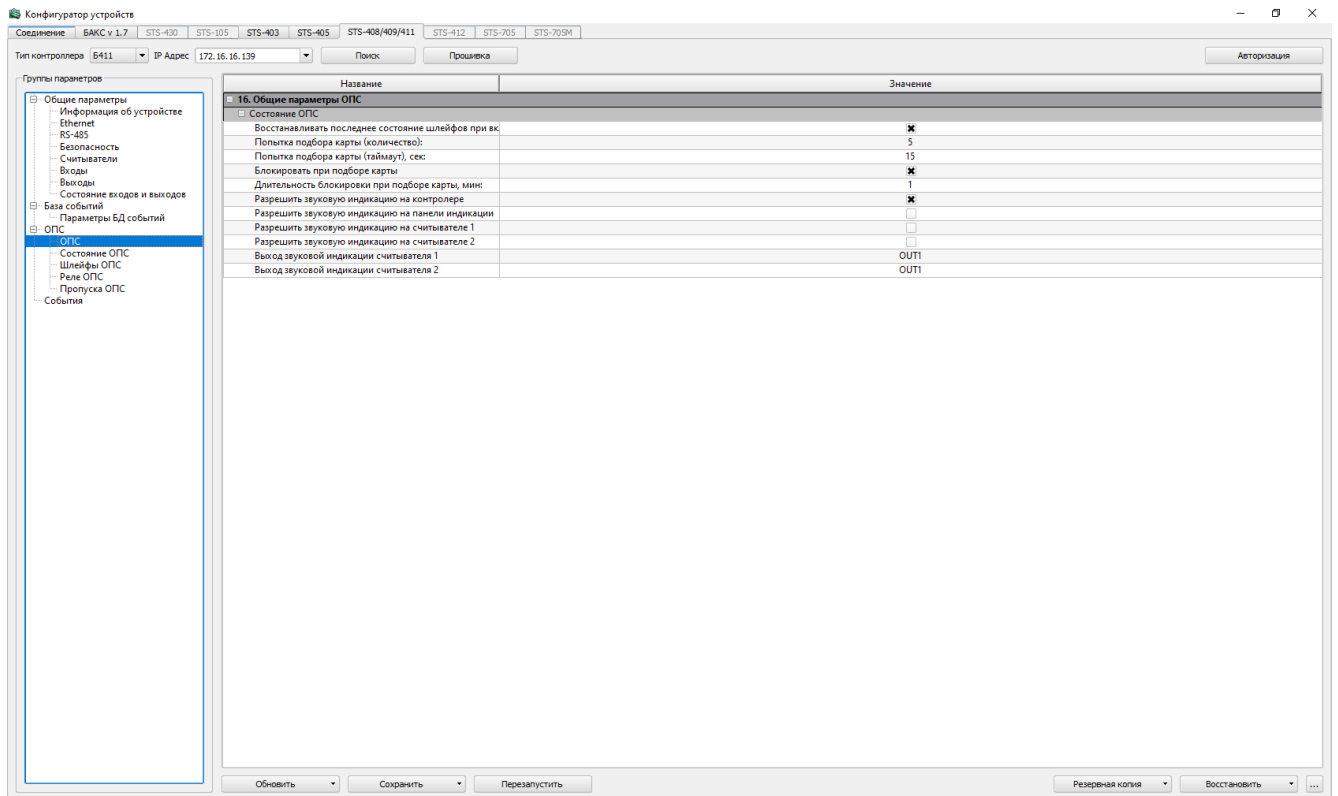

Рисунок 20 – ОПС
- ОПС – расположены общие параметры ОПС (рисунок 20).